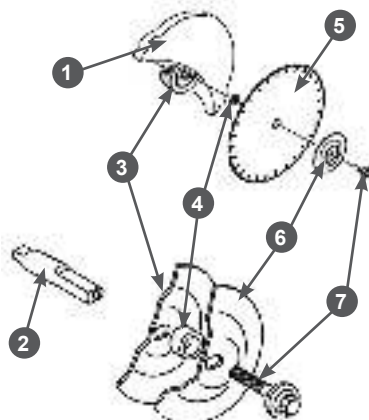

Рис. 4 Установка отрезного диска
2. Открутите болт 7 крепления, снимите прижимную шайбу 6 и переходник 4 (Рис. 4). Убедитесь, что переходник 4 на валу шпинделя 2 соответствует центральному отверстию отрезного диска 5 (Рис. 4).
4. Установите отрезной диск. Для этого поместите диск 5 на переходник 4 между внутренней шайбой 3 и прижимной шайбой 6 (Рис. 4). Установите болт крепления 7 (Рис. 4) отрезного диска, не затягивая его. Заблокируйте вращение диска. Вставьте стопор в отверстие режущего узла и поверните диск, пока он не зафиксируется (Рис. 6).